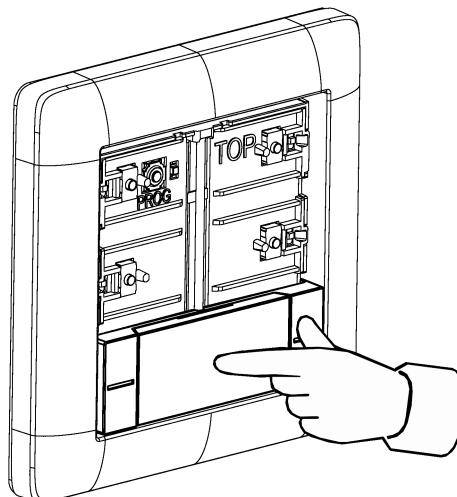

Bild 7: Bedienwippe mittig andrücken
- Mittig auf die Bedienwippe drücken (siehe Bild 7).